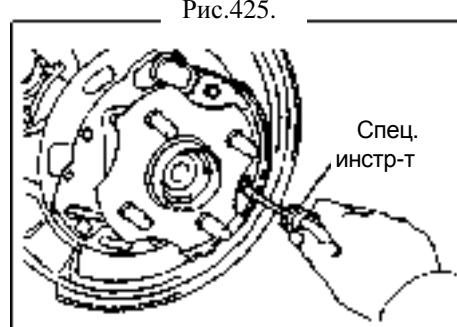

Рис.425.
14. Установите внутреннюю колодку стояночного тормоза (LH).
- (b) Используйте специальный инструмент для установки колодки стояночного тормоза, пружины и штыря (рис.425).